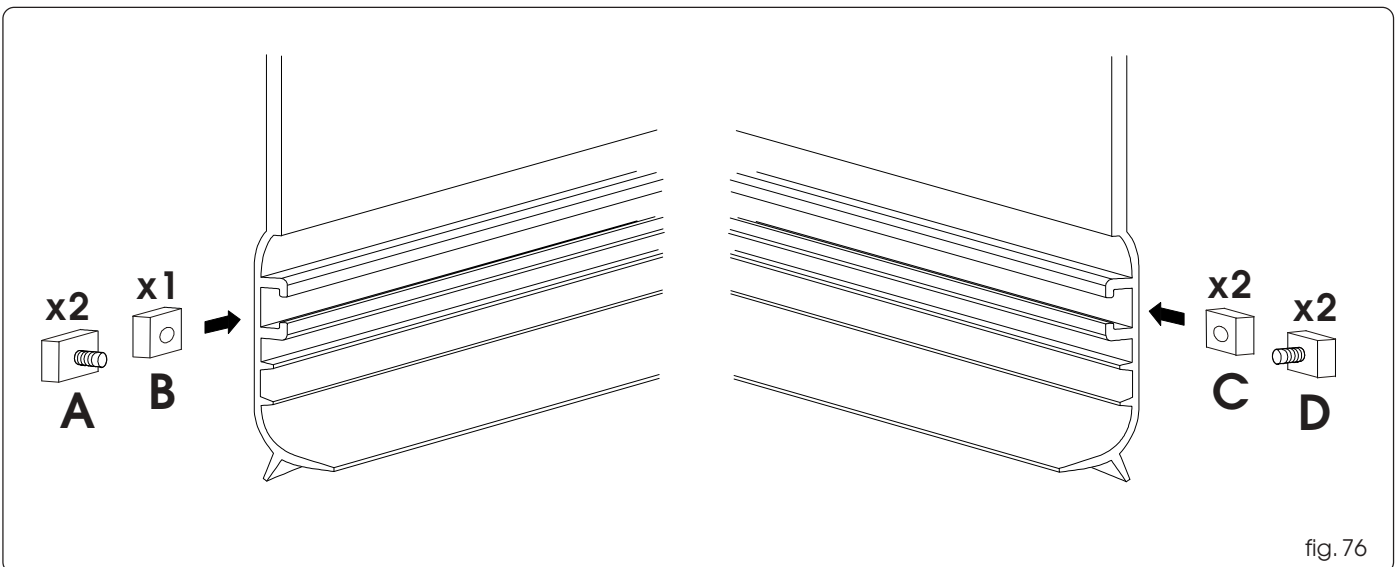
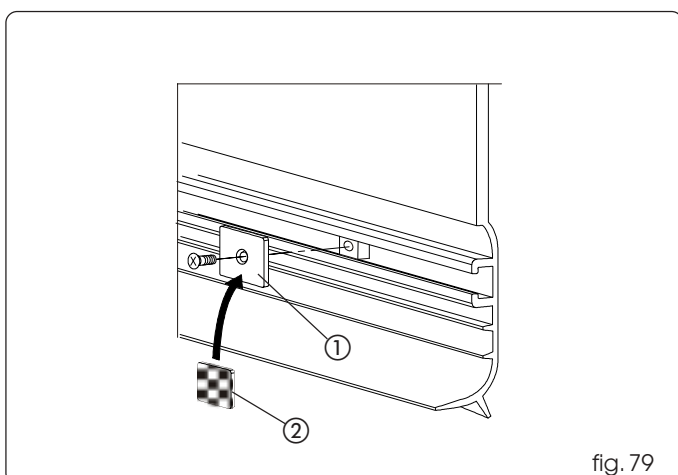
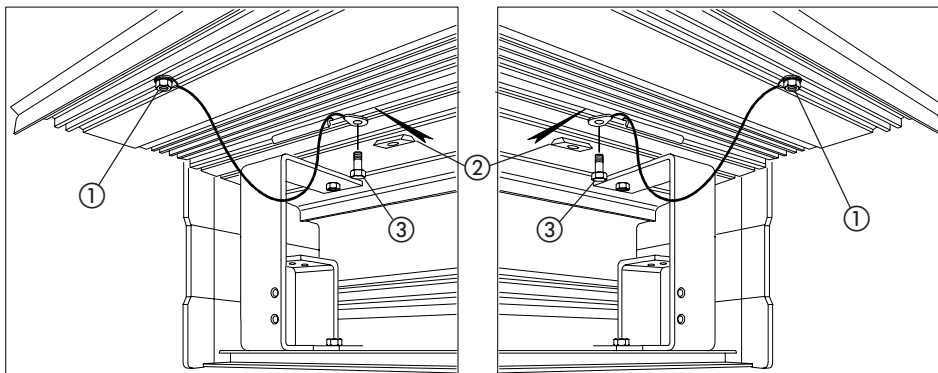
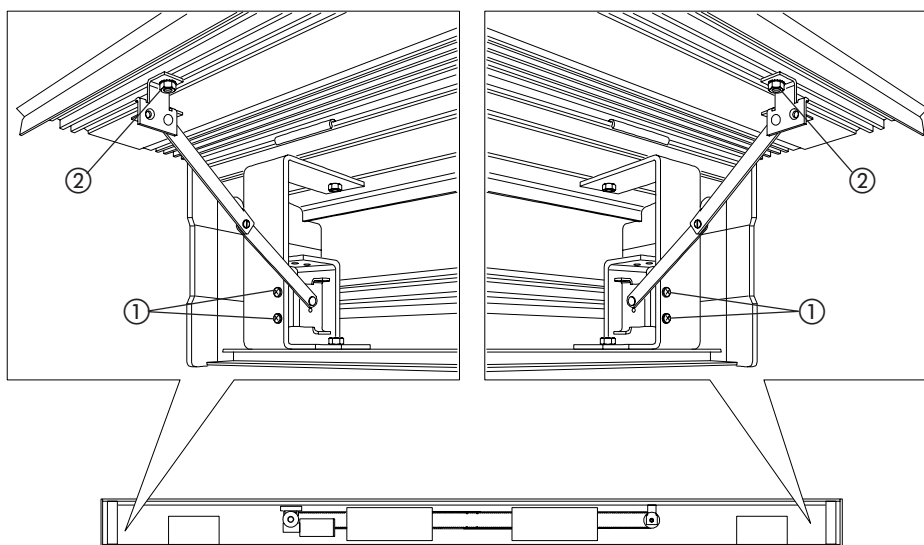

fig. 76
fig. 79
fig. 80
fig. 81
Fig. 76 ref. A: 1 para cable paracaídas y 1 para palanca articulada de sostén del cárter.
Fig. 76 ref. B: 1 para placa de fijación del cárter.
Fig. 76 ref. C: 2 para placa de fijación del cárter.
Fig. 76 ref. D: 1 para cable paracaídas y 1 para palanca articulada de sostén del cárter.
Coloque las placas metálicas de bloqueo (fig. 79 ref. ①) en el cárter, en coincidencia con las bridas, utilizando las 3 placas que anteriormente hemos preparado (fig. 76 referencias B y C) y los tornillos suministrados en dotación. Sólo si se utilizan los accesorios de fijación del cárter estándar, aplique el velcro en las placas metálicas (fig. 79 ref. ②).
Fije un anillo de los cables paracaídas a los tirantes M5 que anteriormente hemos preparado (fig. 76 referencias A y D) en el cárter de cierre. Bloquee los anillos con la tuerca en dotación (fig. 80 ref. ①).
Introduzca dos placas en el alojamiento del perfil de sostén (fig. 80 ref. ②) y bloquee el segundo anillo con el tornillo suministrado en dotación (fig. 80 ref. ③).
Fije las dos palancas de soporte del cárter a las bridas de soporte del cárter más externas, utilizando para ello los 4 tornillos suministrados en dotación (fig. 81 ref. ①). Coloque las dos palancas de sostén en los dos tirantes M5 más externos previamente predispuestos (fig. 76 referencias A y D) y bloquéelas con las tuercas suministradas en dotación (fig. 81 ref. ②).